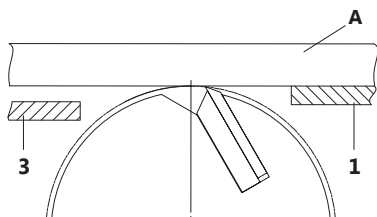

Рисунок 10 Схема проверки ножей
Закручиванием/выкручиванием винтов 32 шестигранным ключом $s=3$ мм отрегулировать ножи 30 так, чтобы острие ножа слегка касалось проверочной линейки А, установленной на столе приёмном 1 (рис. 10).
- выставить приемный стол с помощью ручки 6 так, чтобы при вращении ножевого вала строгальные ножи слегка касались линейки (рис. 10);